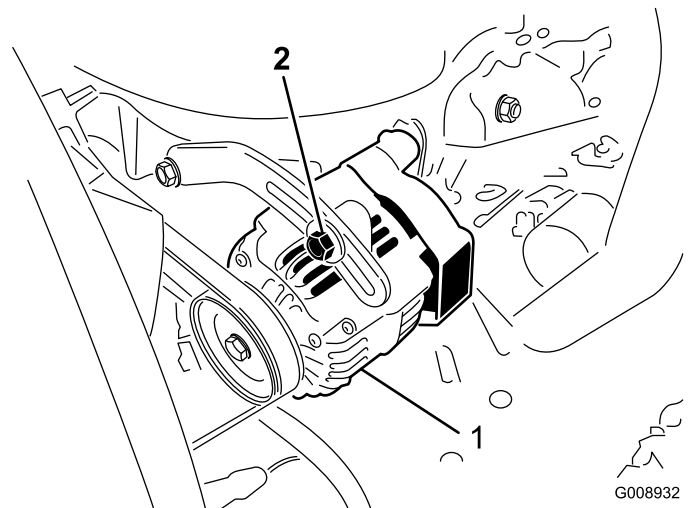

Figura 53
Compruebe la condición y la tensión de las correas (Figura 53) cada 100 horas de operación.
2. Si la desviación no es de 10 mm (3/8 pulgadas), afloje los pernos de montaje del alternador (Figura 53).